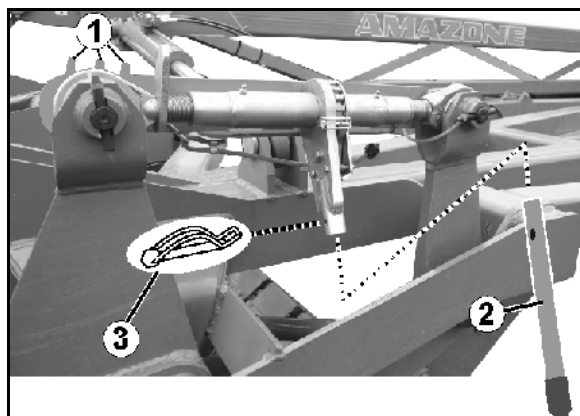

Fig. 56
Ved justering av spindlene til samme lengde vil skalaen være nyttig (Fig. 56/1).
2. Fest håndspaken (Fig. 56/2) med splinten (Fig. 56/3) til skralen (Fig. 56).